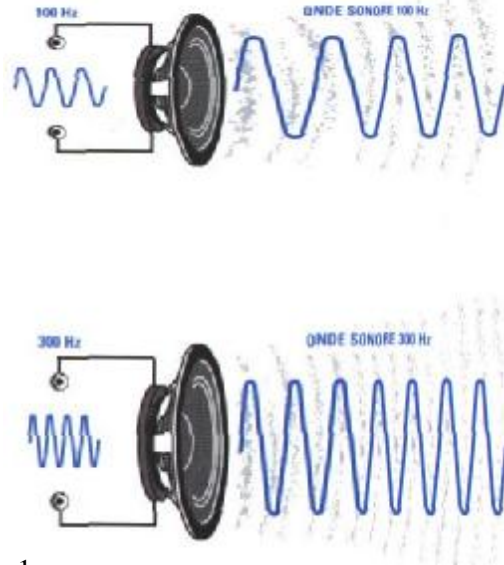

Fig. 1
- L'altoparlante è un componente elettro-meccanico che trasforma la corrente alternata prodotta dall'amplificatore in vibrazioni acustiche (suono) (fig.1).